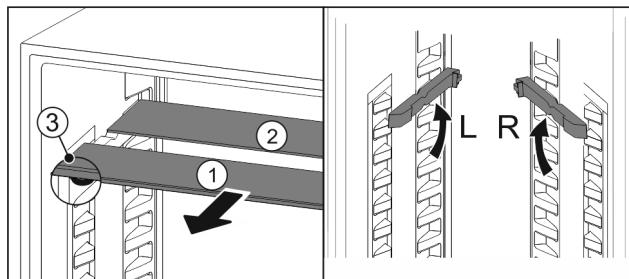

Fig. 25
- ▶ Издърпайте Fig. 25 (1) поотделно стъклените плочи напред.
- ▷ Стъклената плоча Fig. 25 (1) с декоративната лайсна е отпред.
- ▷ Ограничителите Fig. 25 (3) сочат надолу. Уреди с фризерно отделение.*